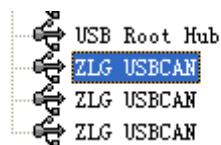

图 1.8 设备管理器 1
- A. 先不要打开软件，将需要的 USBCAN 全部接入 PC 的 USB 口（以下示例为 3 台），然后打开电脑的设备管理器，找到枚举出来的 3 个设备，如图 1.8。